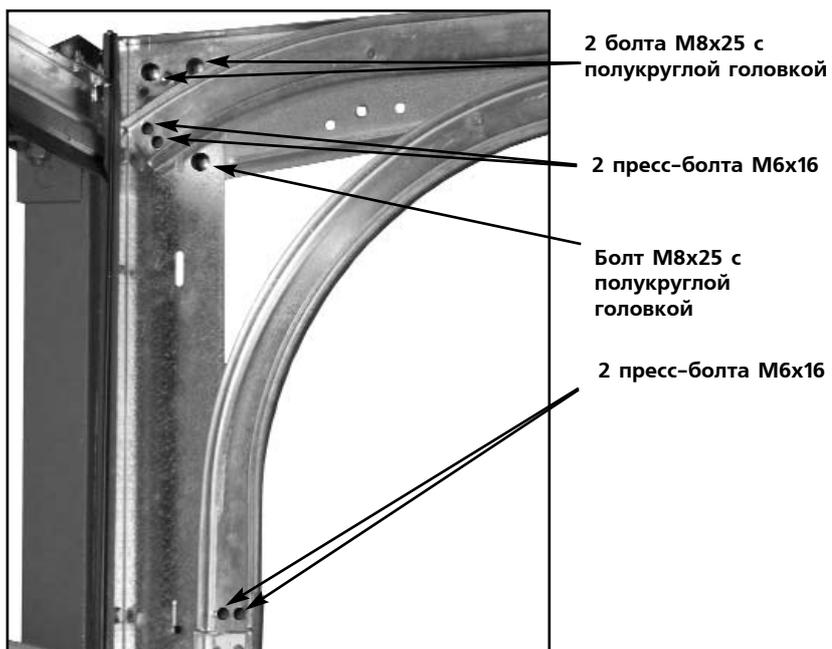

Рис. 22. Установка болтов при соединении направляющих
- 3) Установить крепежные болты и гайки. Места установки болтов выбрать в соответствии с рис. 22.